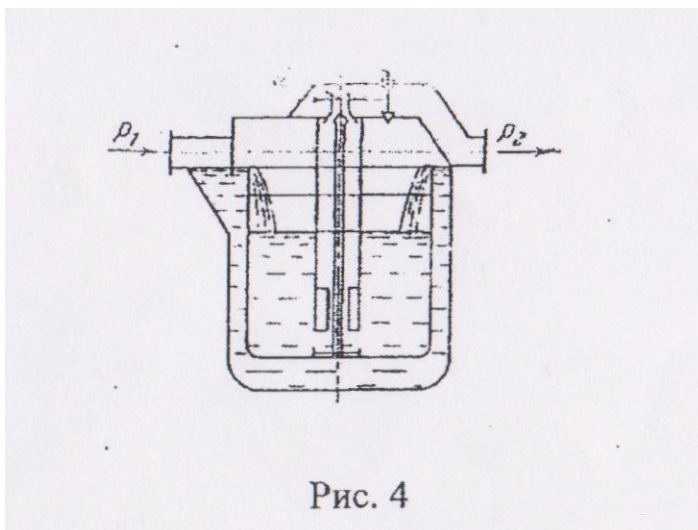

Рис. 4
14. Конденсатоотводчик с поплавком, открытым сверху (рис. 4), работает на перепаде давлений $19,68 \cdot 10^4$ Па. Определить наполнение поплавка V_x , при котором клапан откроется, если известны: емкость поплавка $V = 5$ л, диаметр отверстия выпускного клапана $d = 5$ мм и масса поплавка $m = 1,5$ кг. Плотность конденсата $\rho_{кд} = 945$ кг/м³